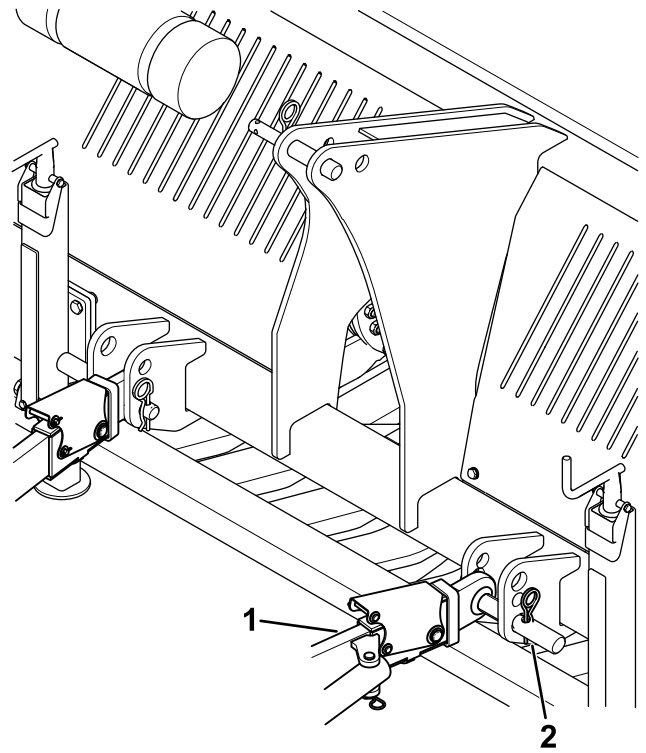

Figure 27
8. Déposez les bras d'attelage inférieurs (Figure 27).